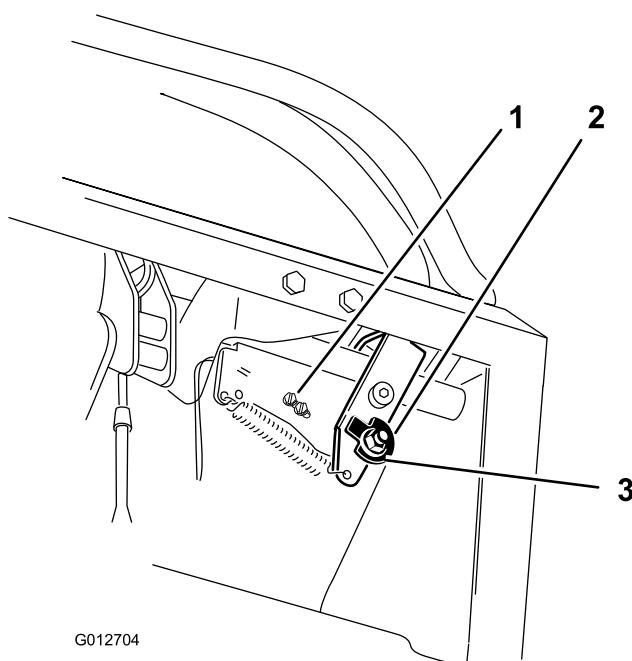
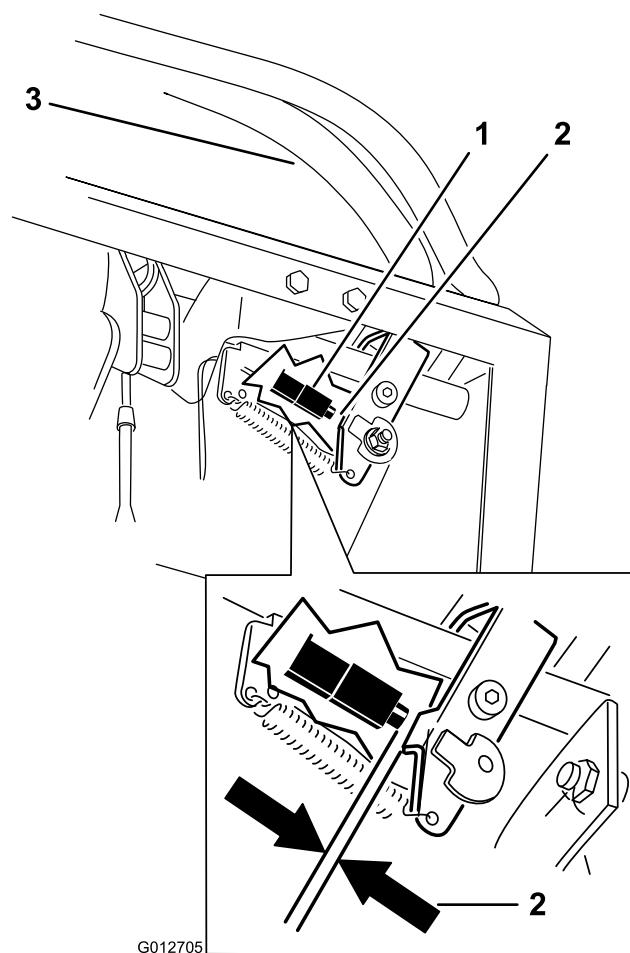

Figura 67
Figura 68
7. Afloje la tuerca que sujetla la leva (Figura 67).
10. Compruebe la distancia entre la palanca de control y el interruptor, según se muestra en Figura 68. El espacio debe ser de 3 mm (1/8 pulgada) con la palanca de control de movimiento derecha en la posición de bloqueo/punto muerto.
11. Si es necesario, afloje los tornillos que sujetan el interruptor, y ajuste el interruptor (Figura 67 y Figura 68).